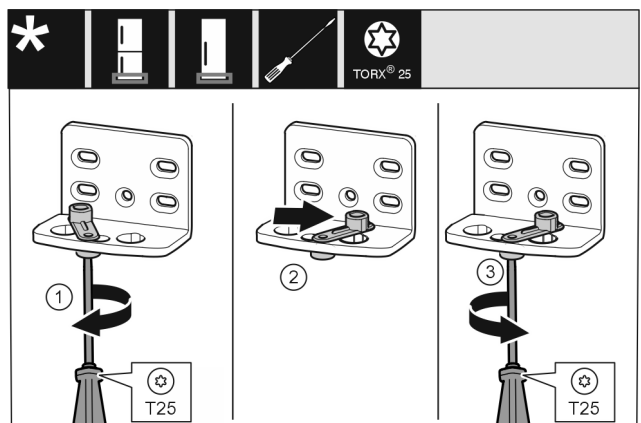

Fig. 13
- ▶ Voľne zaskrutkujte skrutku Fig. 13 (1) skrutkovačom.
- ▶ Nadvihnite pomôcku na zatváranie dverí Fig. 13 (2) a otočte ju o 90° doprava v otvore.
- ▶ Pevne utiahnite skrutku Fig. 13 (3) skrutkovačom.